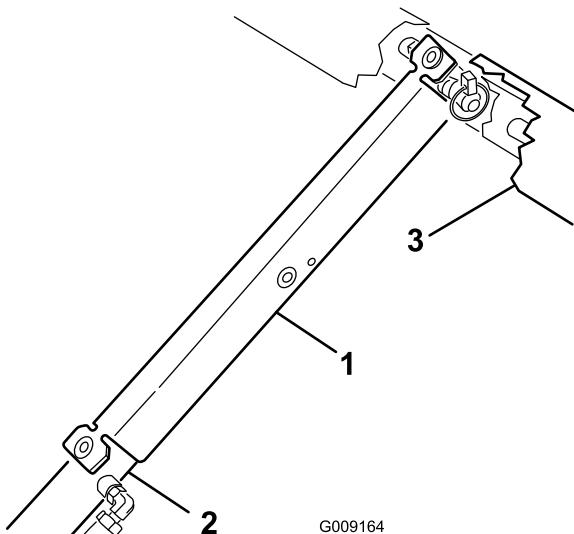

Figure 12
9. Poussez la bêquille de sécurité sur la tige du vérin et vérifiez que les pattes d'extrémités de la bêquille sont en appui contre l'extrémité du corps du vérin et l'extrémité de la tige du vérin (Figure 12).